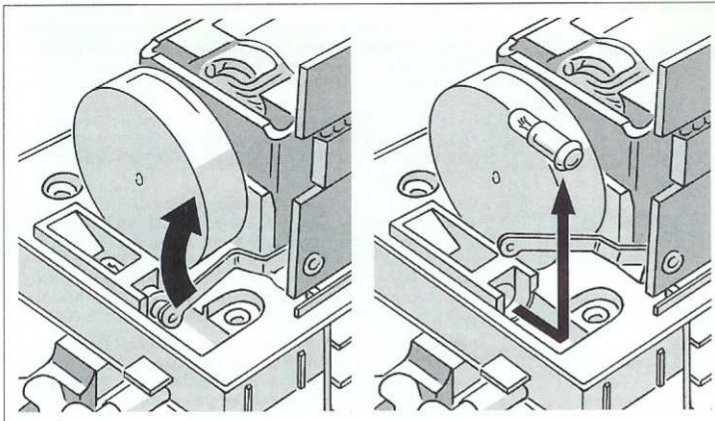

Fig. 3
siehe Fig. 3.
**Changing the Bulbs (rear):** See Fig. 3.
**Remplacement de la lampe (arrière):** Voir Fig. 3.
**Het vervangen van het lampje (achter):** Zie Fig. 3.
**Udskiftning af pære (bag):** Fig. 3.
**Sostituzione della lampadina (dietro):** Vedi Fig. 3.